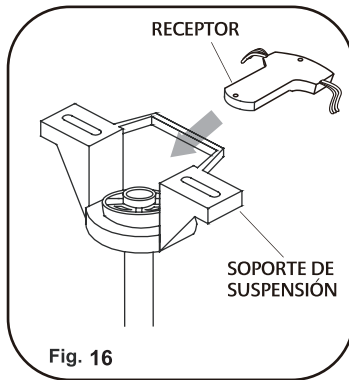

Fig. 16
Paso 1. Inserte el receptor en el soporte de montaje con el lado plano del receptor hacia el techo (Fig.16)